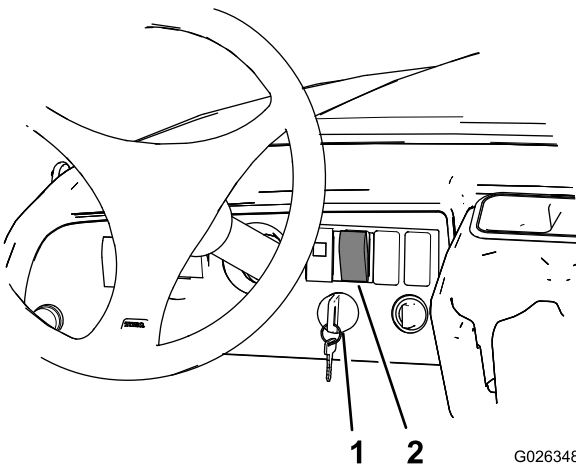

Bild 22
3. Drehen Sie den Zündschlüssel auf die Ein-Stellung (Bild 22).
4. Halten Sie den oberen Teil des Stauboxhubschalters gedrückt, bis der Stauboxaktuator ganz ausgefahren ist (Bild 22).
5. Drehen Sie den Zündschlüssel auf die Aus-Stellung (Bild 22).